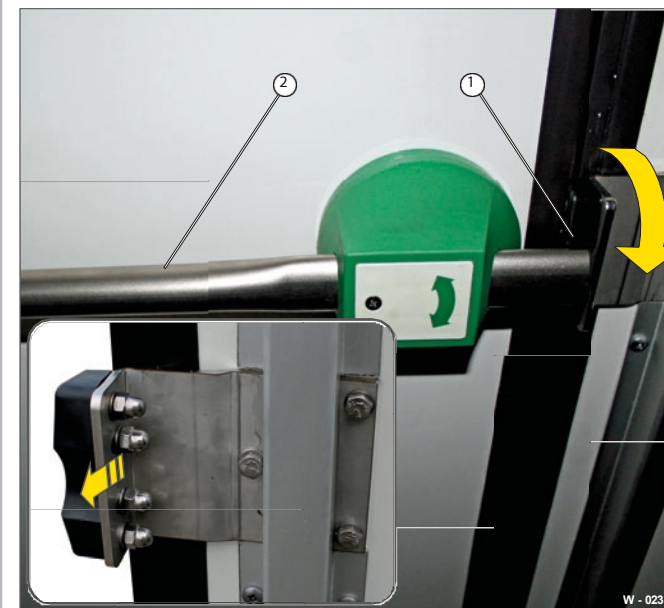

Fig. 9 Låsningspunkt
- Kontrollera att låspunkten/påkörningsskyddet (Fig. 9/1) inte är slitet.